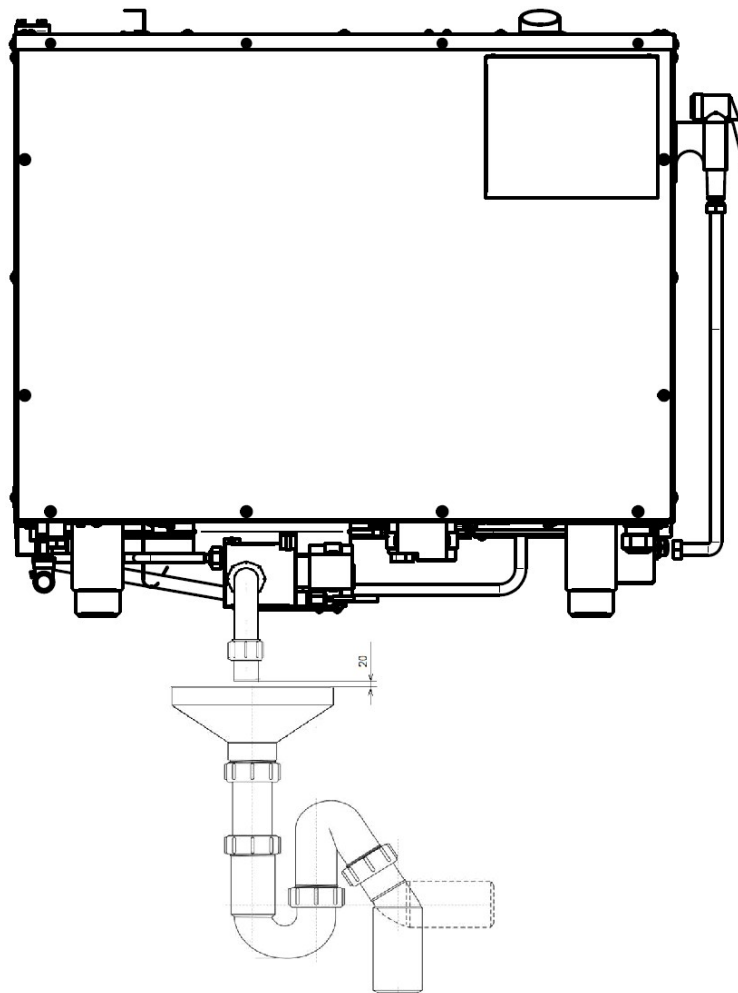

Рис. 5. Подключение к системе канализации
- используя шланг из комплекта поставки, подключить пароконвектомат к системе канализации (см. рис. 5). Шланг подключить через штуцер с резьбой G1¼" (рис. 4 поз.3). Подключенный шланг должен иметь гарантированный уклон. Подключение к канализации выполнить с разрывом струи не менее 20мм от верха приемной воронки (СНиП 2.04. 01-85 п. 17.11).